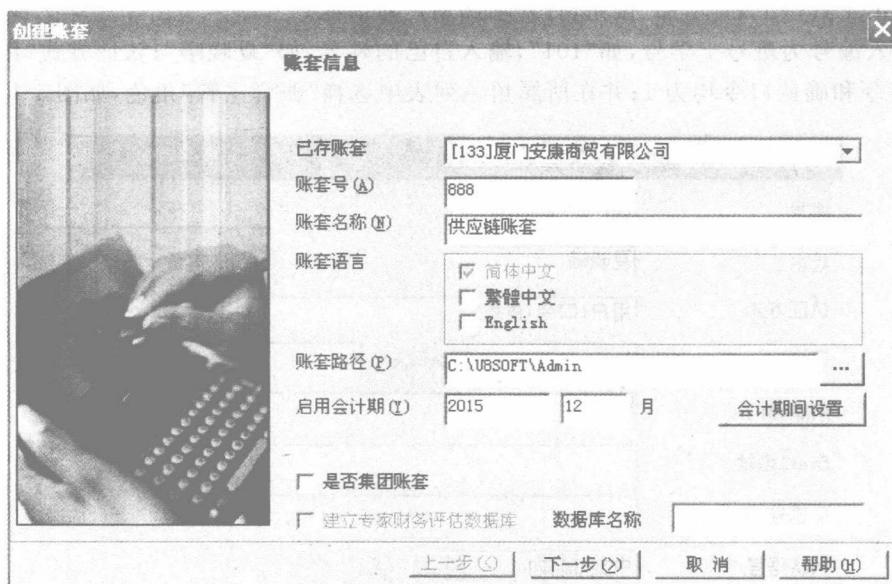

图 1-2 “创建账套”对话框(账套信息)
- (1) 在“系统管理”窗口中执行“账套”|“建立”命令,打开“创建账套”对话框(账套信息)。
(2) 按实验资料录入新建账套的账套信息,如图 1-2 所示。